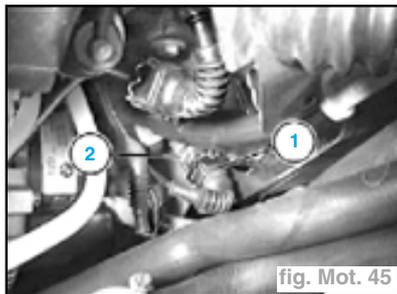

fig. Mot. 45
- Débrancher le connecteur (1) et déposer le manostat d'huile (2) (fig. Mot. 45).